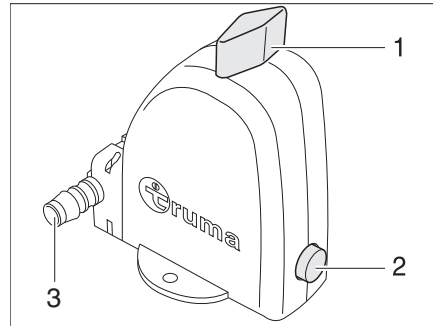

Fig. 257 Válvula de seguridad/purga de la caldera - Posición de funcionamiento
La caldera está equipada con una válvula de seguridad/purga (Fig. 257). La válvula de seguridad/purga evita que el agua de la caldera se congele cuando no esté conectada la calefacción en caso de helada.
- ▷ El tubo de vaciado (Fig. 257,3) de la válvula de seguridad/purga debe estar siempre exento de ensuciamientos (p.ej. follaje, hielo).
- Girar el botón giratorio (Fig. 257,1) en 90° longitudinal a la válvula de seguridad/purga.
El pulsador (Fig. 257,2) salta afuera. La caldera se vacía hacia fuera a través del tubo de vaciado (Fig. 257,3) de la válvula de seguridad/purga
- Girar el botón giratorio (Fig. 257,1) en 90° transversal a la válvula de seguridad/purga.
- Presionar el pulsador (Fig. 257,2).